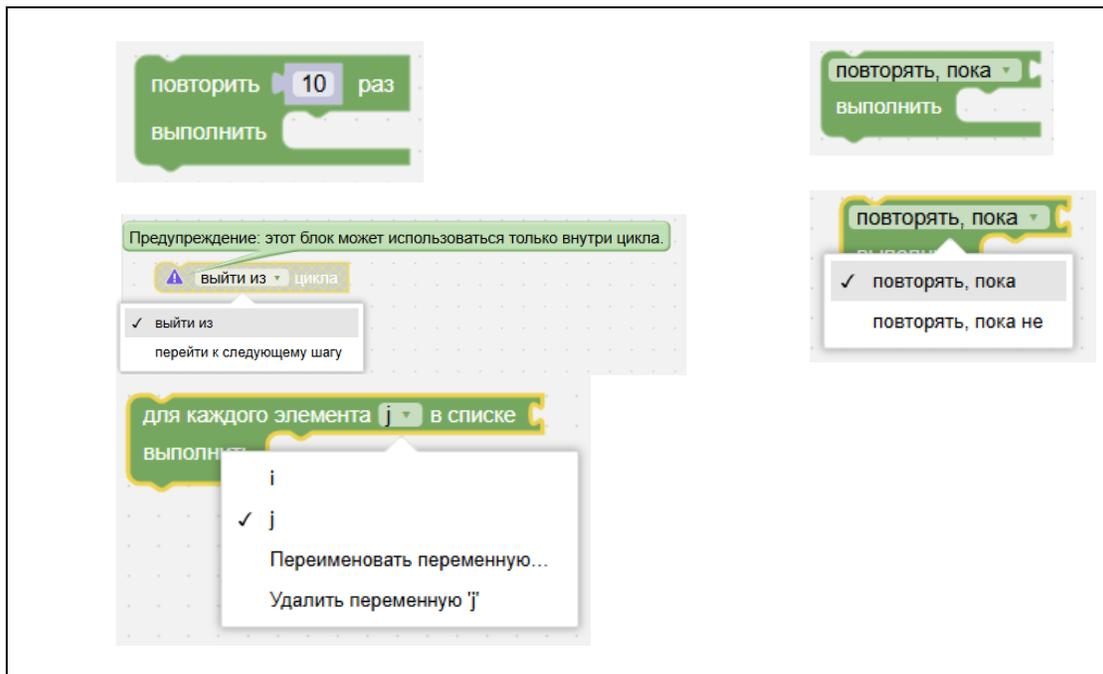

Рисунок 55 – Блоки «Циклы»
«Циклы» – многократное повторение определенных действий (команд) (см. Рисунок 55).
5. Рисунок 55).